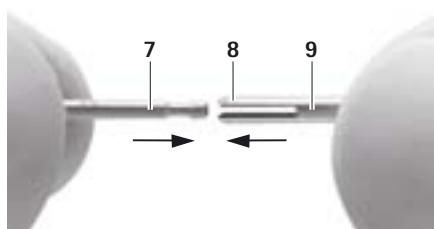

Abb. 5
- Schaft 5 zusammensetzen, siehe Abb. 5: